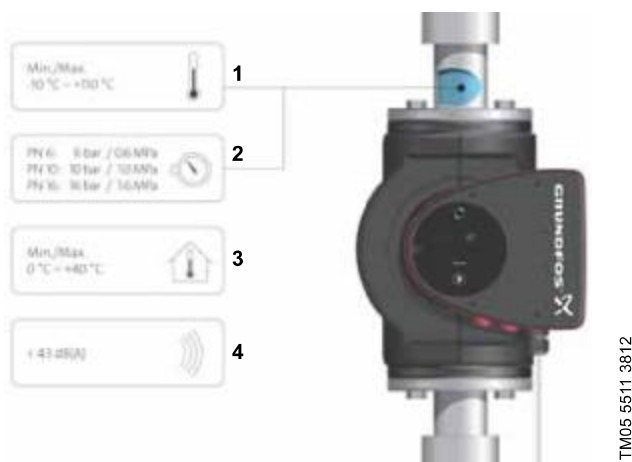

Fig. 3 Operating conditions
See fig. 3, pos. 1.
See fig. 3, pos. 2.
See fig. 3, pos. 3.
See fig. 3, pos. 4.